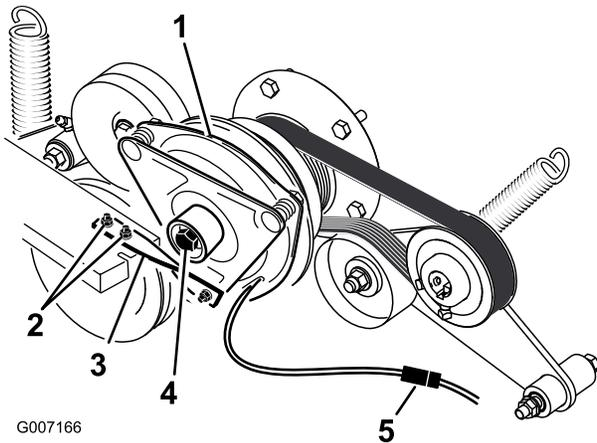

Bild 53
6. Schließen Sie den elektrischen Anschluss für die Kupplung ab (Bild 53).
7. Nehmen Sie die zwei Schrauben ab, mit denen der Gummikupplungsriemen am Mähwerkrahmen befestigt ist (Bild 53).
- Nehmen Sie die mittlere Schraube ab, mit denen die Kupplung an der Motorwelle befestigt ist, und entfernen Sie die Kupplung und den Schlüssel (Bild 53).
- Halten Sie die Kurbelwelle an das Heck der Maschine und setzen Sie die mittlere Schraube ein. Ziehen Sie sie mit 68 Nm an (Bild 53).
- Befestigen Sie den Gummikupplungsriemen mit den zwei vorher entfernten Schrauben und Muttern am Mähwerkrahmen (Bild 53).
- Stecken Sie den elektrischen Anschluss für die Kupplung ein (Bild 53).